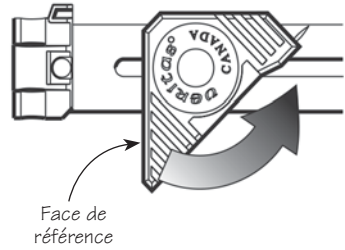

Figure 2 : En position trusquin
1. Faire pivoter le porte-pointe dans le sens indiqué à la **figure 2**.